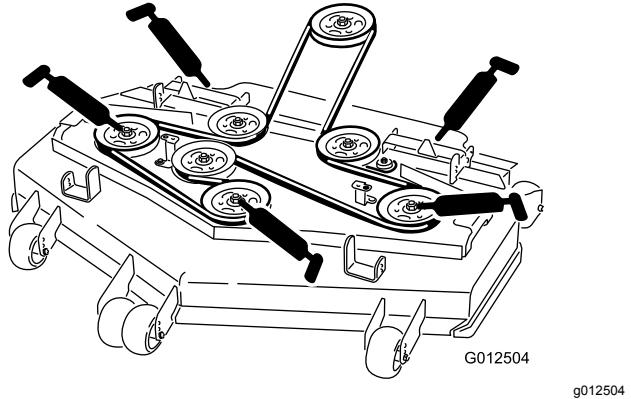

Figure 33
6. Graissez les roulements des 3 axes jusqu'à ce que la graisse ressorte (Figure 33).
7. Lubrifiez les graisseurs des bras de poussée (Figure 33).